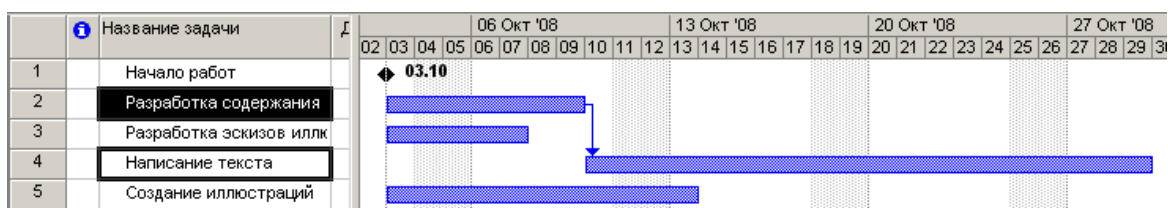

Рис. 15
- Нажмите кнопку  на панели инструментов (Стандартная). Между выделенными видами работ будет установлена связь типа «Окончание – начало», которая отобразится на диаграмме в виде стрелки (рис. 15).